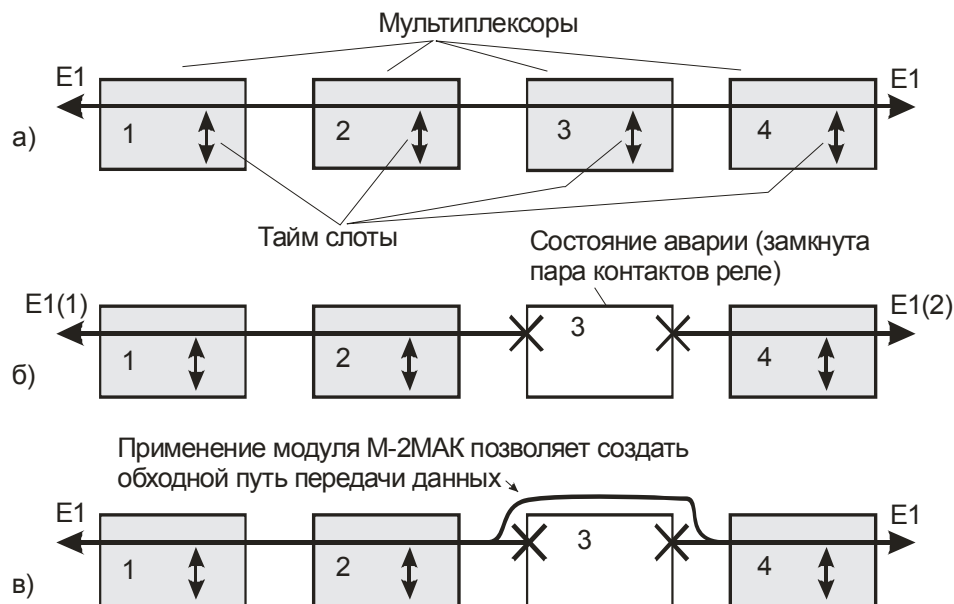
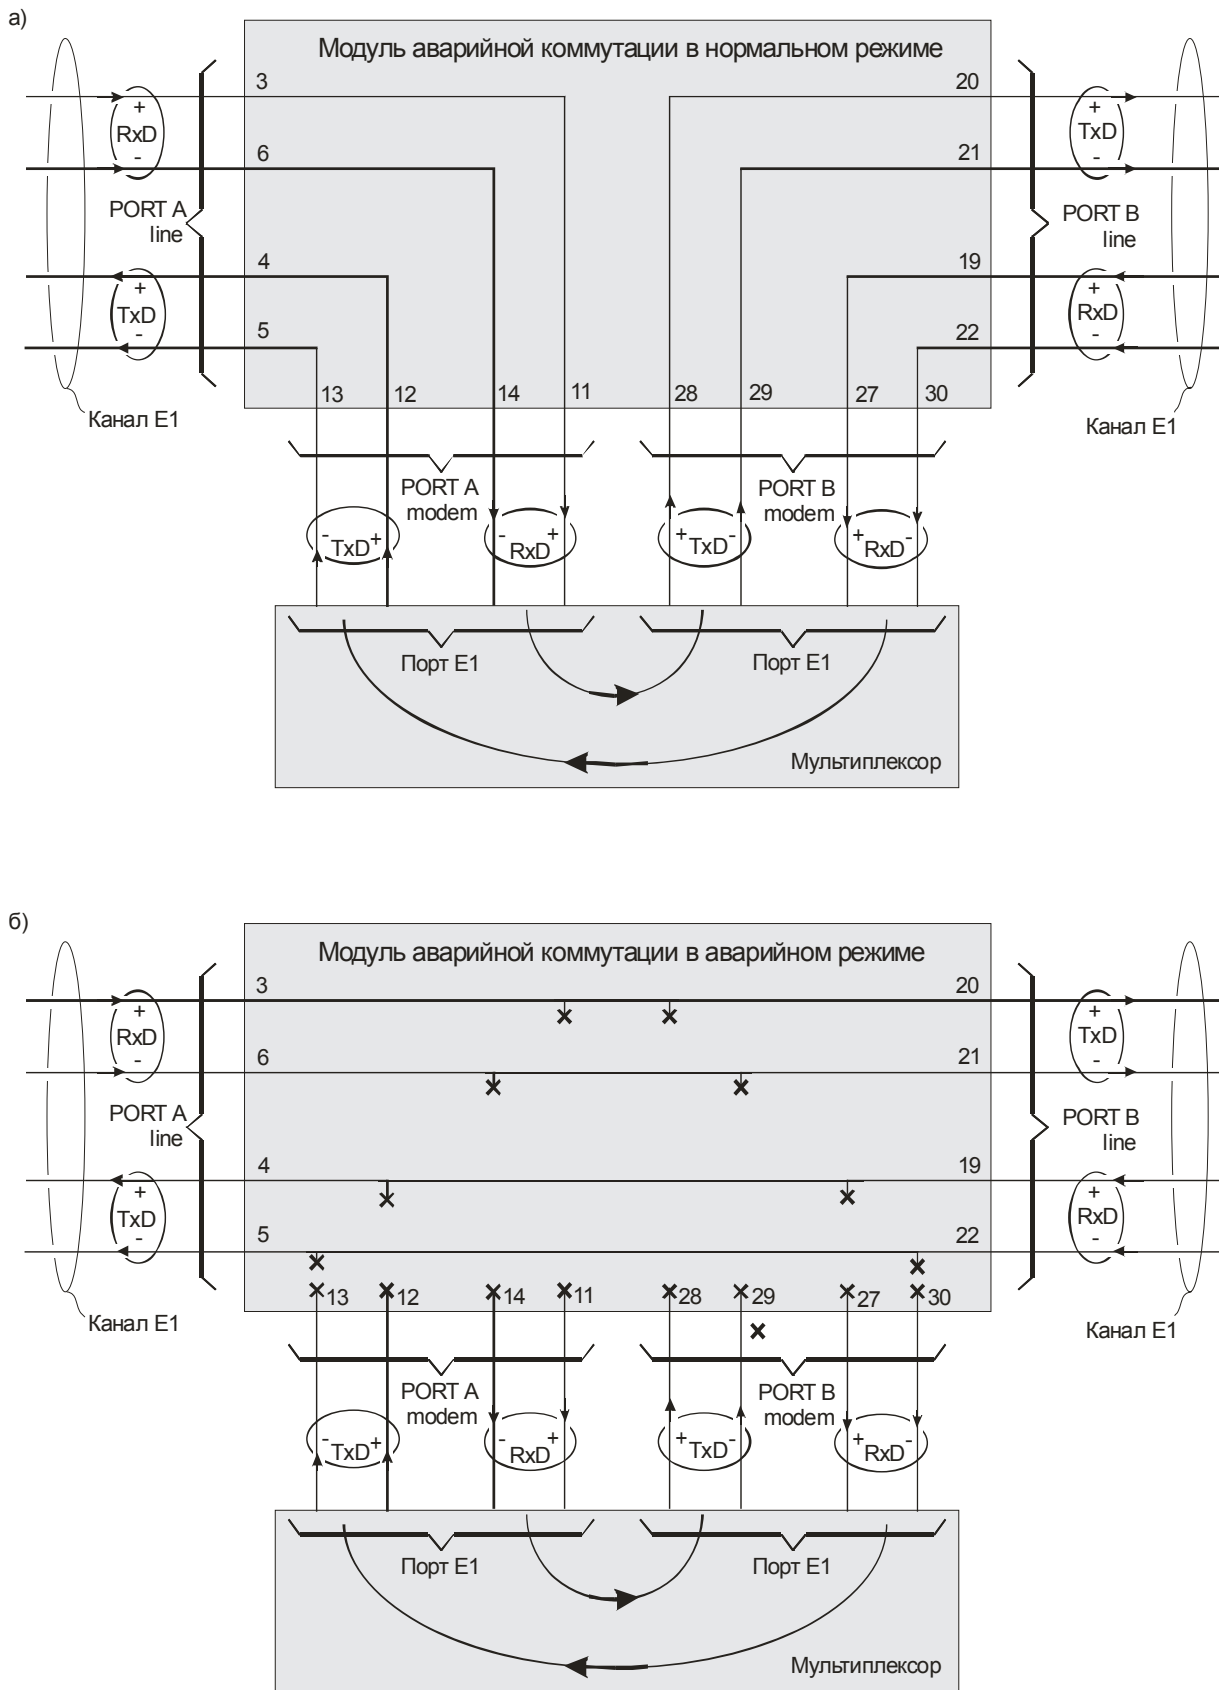

Рис. 1. Система передачи данных на основе мультиплексоров 1 – 4:
Рис. 2. Подключение модуля аварийной коммутации к мультиплексору и передача данных в режимах: а – нормальном; б – аварийном
Применение модуля поясняется рис. 1. Предположим, что имеется система передачи данных, построенная на основе четырёх последовательно включенных мультиплексоров 1 – 4, каждый из которых выполняет функцию извлечения – вставки (drop – insert) одного или нескольких тайм-слотов.
При нормальной работе системы (рис. 1, а) по каналу Е1 распространяются два однонаправленных встречных потока данных: слева направо и справа налево. В общем случае каждый мультиплексор извлекает из любого потока байты данных, размещённые в назначенных ему тайм-слотах, и отвечает вставкой байтов данных в соответствующие тайм-слоты потока противоположного направления.
При отказе одного из мультиплексоров или выключении напряжения его питания целостность канала Е1 нарушается. Внешним проявлением этих событий служит замыкание механических контактов реле, которое входит в состав мультиплексора. В примере, показанном на рис. 1, б, отказал мультиплексор 3, передача данных через него невозможна. Канал Е1 раздроблен на две не связанные между собой части – Е1(1) и Е1(2).
Как показано на рис. 1, в, для восстановления целостности канала Е1 создан “обходной путь” передачи данных. Неисправный (или не подключенный к источнику питания) мультиплексор 3 фактически отключен от системы. Такое отключение выполняется модулем аварийной коммутации (рис. 2).
При нормальной работе системы (рис. 2, а) модуль аварийной коммутации транслирует через порты А и В сигналы канала Е1 без какого-либо их преобразования. По существу, в данном режиме канал Е1 проходит сквозь мультиплексор так же, как и на рис. 1, а. Вместо портов А и В можно использовать соответственно порты С и D.
Эти условия соответствуют выключению электромеханических реле, размещённых внутри модуля, в результате в системе передачи данных создаётся рассмотренный ранее (рис. 1, в) обходной путь для распространения потоков данных без их поступления в мультиплексор (рис. 2, б).
Как показано на рис. 2, б, в аварийном режиме порты PORT A modem и PORT B modem механически отключены от внутренних цепей модуля (разрывы связей помечены крестиками) и в то же время созданы прямые связи (обходные пути передачи данных) между одноимёнными контактами портов PORT A line и PORT B line.